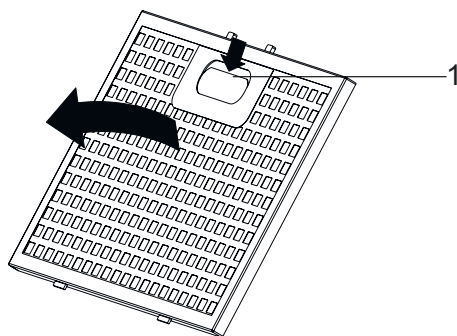

Fig. 8
- Presione la pestaña del filtro de aluminio (1) y tire del filtro de aluminio en la dirección de la flecha (Fig. 8).